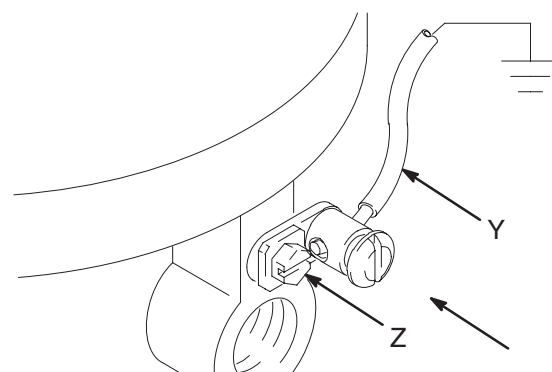

Abb. 2
Modell-Nr. 206078: Die Erdungsschraube (Z) entfernen und durch die Öse der Ringklemme am Ende des Erdungskabels (Y) einführen. Die Erdungsschraube wie an der Pumpe befestigen und gut festziehen. Das andere Ende des Erdungskabels mit einem guten Massepunkt verbinden. Siehe Abb.2. *Erdungskabel und Klammer sind mit der Teilenummer 222011 zu bestellen.*